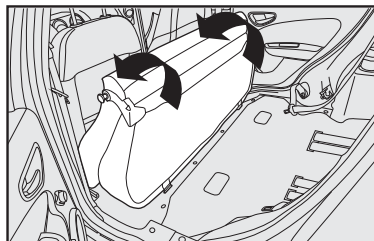

fig. 95
5) Incline hacia adelante el asiento trasero completo de manera que se obtenga una superficie de carga única fig. 95.